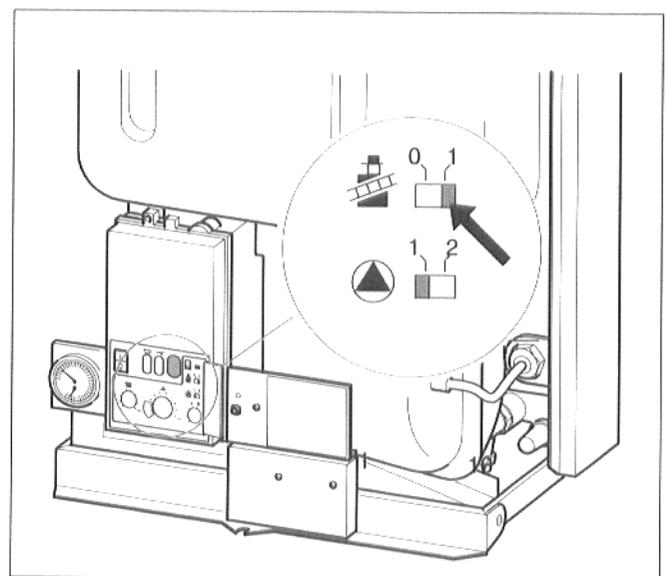

Abb. 22 Schornsteinfegerschalter
- Schornsteinfegerschalter (Abb. 22) in Stellung „1“ stellen.